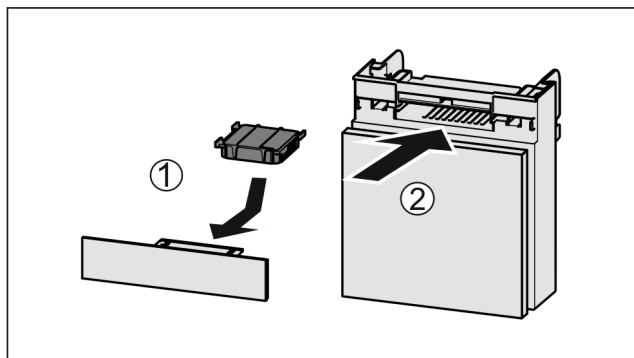

Fig. 36
- Inserire il vano Fig. 36 (2).